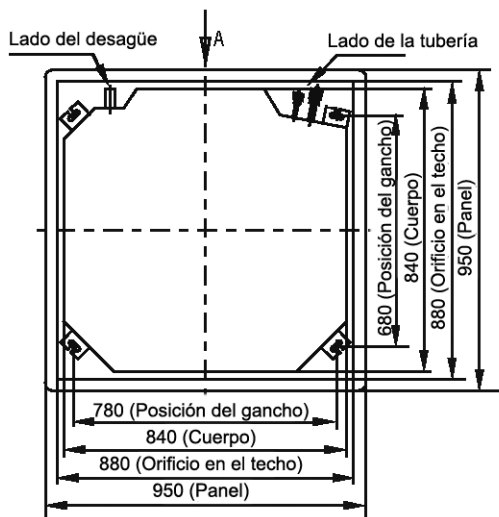

Figura 3
(1) Instalación del cuerpo principal
- a. Corte un orificio cuadrangular de 880x880 mm en el techo siguiendo la forma de la plantilla. (figura 3, 4)